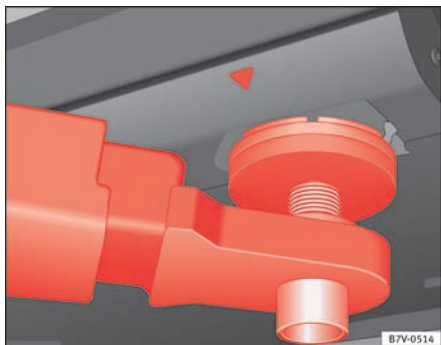
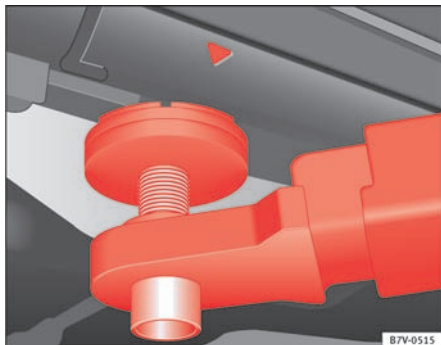

Fig. 157 Løftepunkter
Fig. 158 Løftepunkter
Bilen må kun løftes på de punkter, der er vist på billederne ⇒ Fig. 157 og ⇒ Fig. 158. Hvis du ikke løfter bilen på de viste steder, kan det forårsage skader på bilen ⇒ ⚠ og alvorlige kvæstelser ⇒ ⚠.
- Løft kun bilen på de punkter, der er vist på billederne ⇒ Fig. 157 og ⇒ Fig. 158. Hvis bilen ikke løftes på de viste løftepunkter, kan bilen falde ned fra liften, fx når motoren eller gearkassen afmonteres.